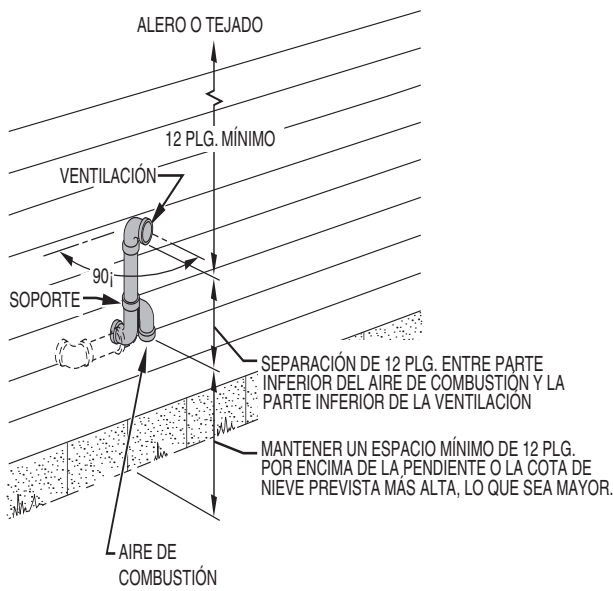

Figura 4 - Terminación en muro lateral (12 plg. como mínimo por encima de la cota de nieve o pendiente)
1. Instale los codos como se muestra en la Figura 4 y utilice los procedimientos de cementación que se incluyen con las instrucciones de instalación del calefactor.
2. Instale el soporte como se muestra en la Figura 4.
3. Coloque el codo y la tubería de ventilación de forma que quede una separación vertical de 12 plg. entre la salida de la tubería de ventilación y la entrada del aire de combustión. Cemente la tubería de ventilación al codo como se muestra en la Figura 4.
4. Para aplicaciones que utilicen la opción de tubería de ventilación marcada con una línea intermitente en la Figura 4, gire el codo de ventilación 90° desde la posición que se muestra en la Figura 4.